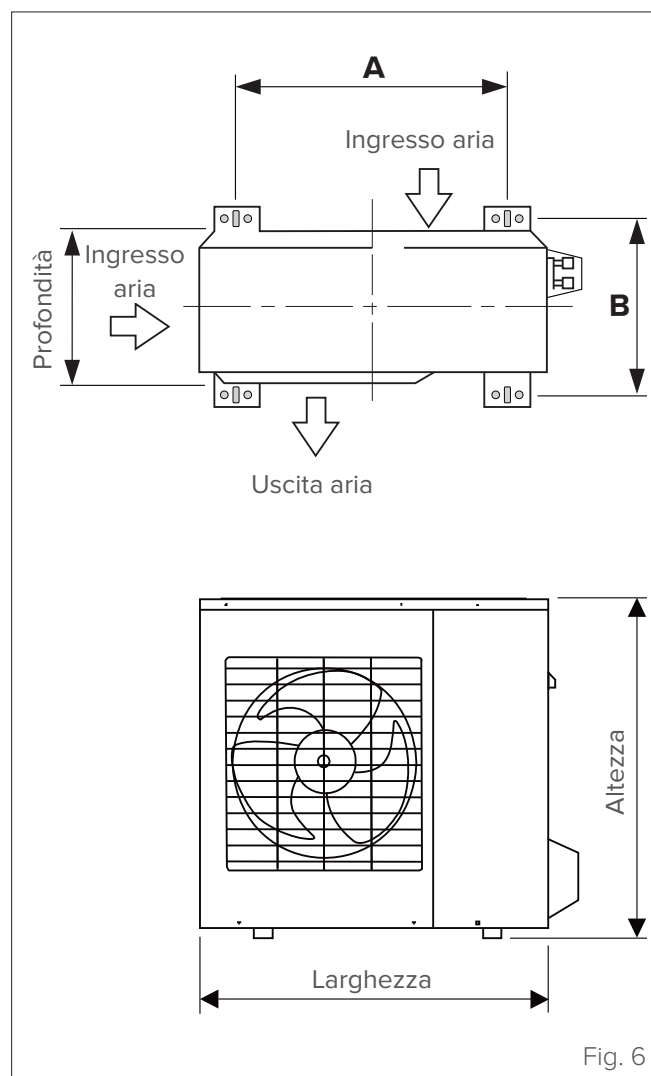

Fig. 6
- 1 Marcare le posizioni dei fori per le staffe in base alle misure riportate nello schema delle dimensioni di montaggio (vedere "Fig. 6").